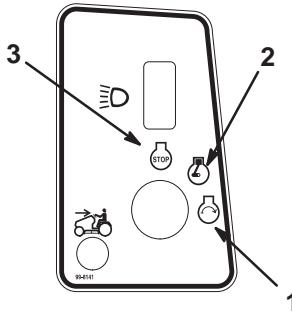

Bild 9
- Drehen Sie den Zündschlüssel im Uhrzeigersinn und halten ihn auf Start (Bild 9). Lassen Sie den Schlüssel sofort los, wenn der Motor anspringt.
- Drehen Sie den Zündschlüssel auf „Aus“ (Bild 9).